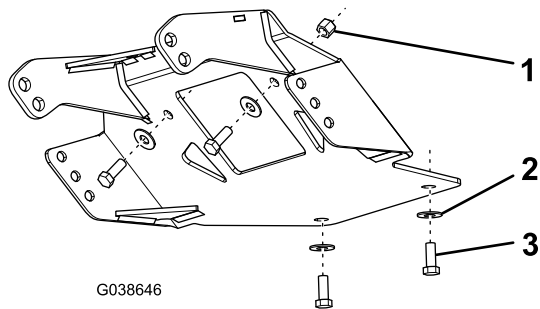

Bild 3
8. Befestigen Sie den Pflugunterfahrerschutz mit vier Schrauben (3/8"), vier Scheiben (3/8") und zwei Muttern (3/8") am Fahrzeugrahmen, und lassen Sie die Befestigungen handfest angezogen (Bild 3).